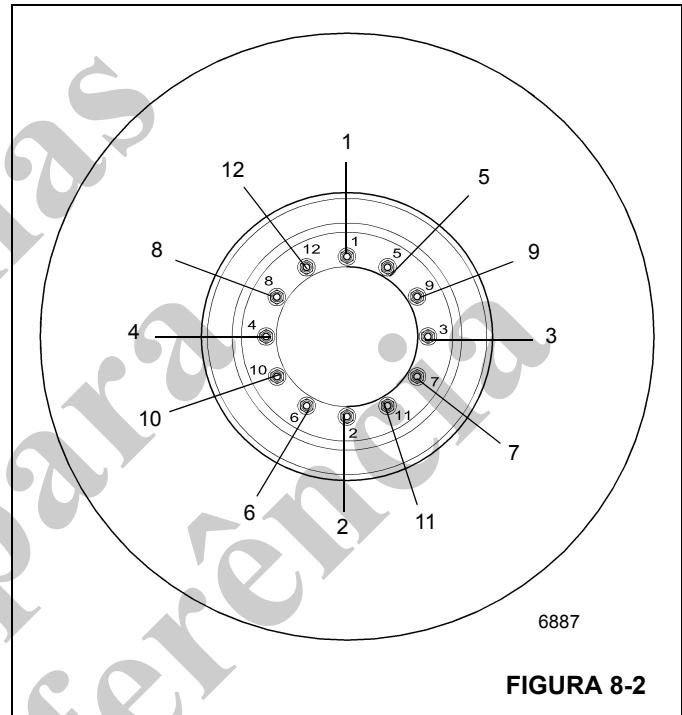

FIGURA 8-2
2. Coloque o conjunto da roda nos prisioneiros de montagem. Instale as porcas parafuso e aperte-as com um torque de 68 Nm (50 lb-pé) na sequência mostrada na (Figura 8-2).
4. Aperte as porcas parafuso com um torque de 461 a 488 Nm (340 a 360 lb-pé) na sequência mostrada na (Figura 8-2).